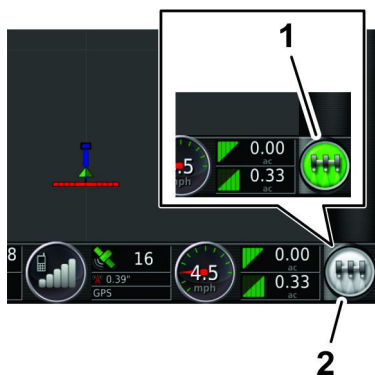

图 164
- 在 GeoLink 控制台上按主开关图标图 164 至开启绿色。